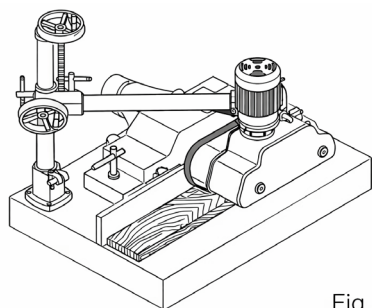

Fig. 2
- Caixas especiais foram alocadas para o transporte do alimentador. Para fins de embalagem, o suporte foi desmontado. A perfuração da coluna deve ser de 1/2" × 12 mm e a união à base de ferro fundido pode ser feita pelo volante (017), parafuso (016) e cremalheira Fig. 2.